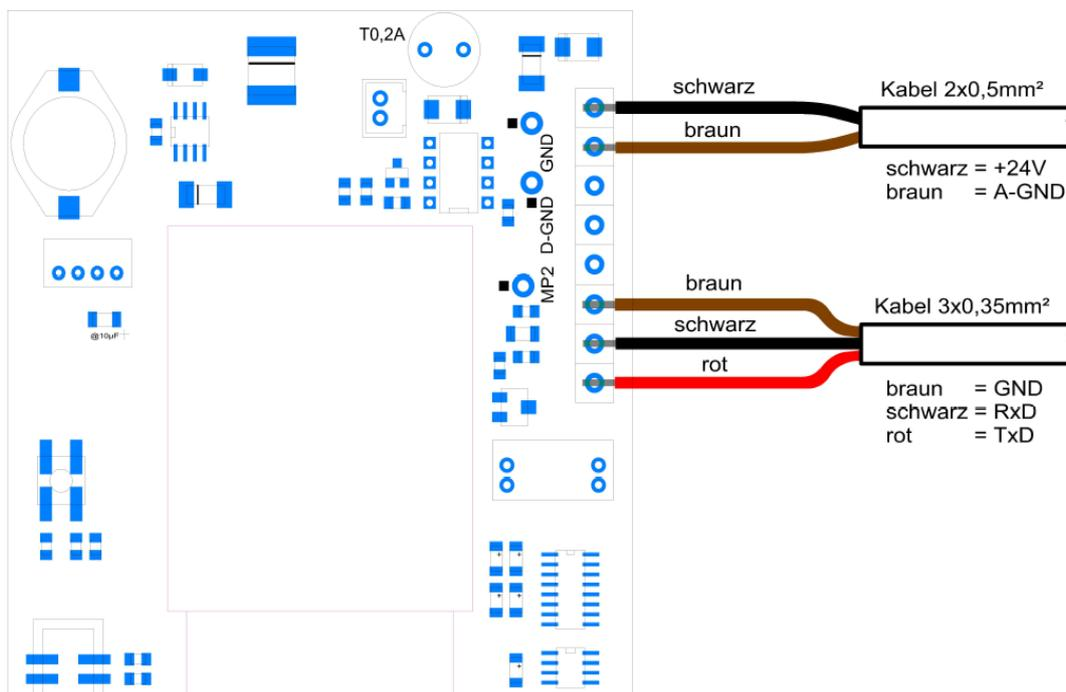

Abbildung 8
4. Öffnen Sie den Deckel und montieren Sie die Kabel. Es sind 2 Kabel vorhanden, ein dreipoliges und ein zweipoliges (siehe Abbildung 8).